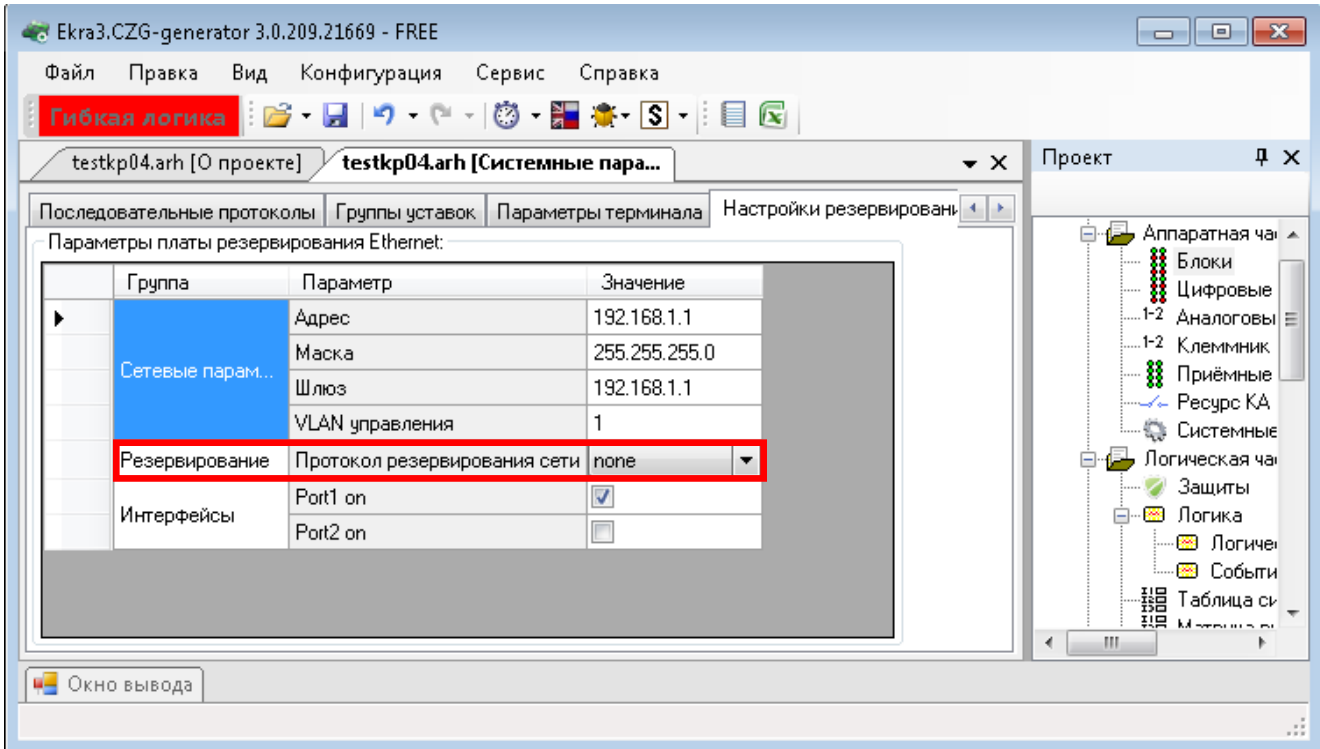

Рисунок 3.63
Установить требуемый протокол резервирования сети Ethernet – параметр **Резервирование** (см. рисунок 3.63).
- резервирование сети none (отсутствует) (см. рисунок 3.63);